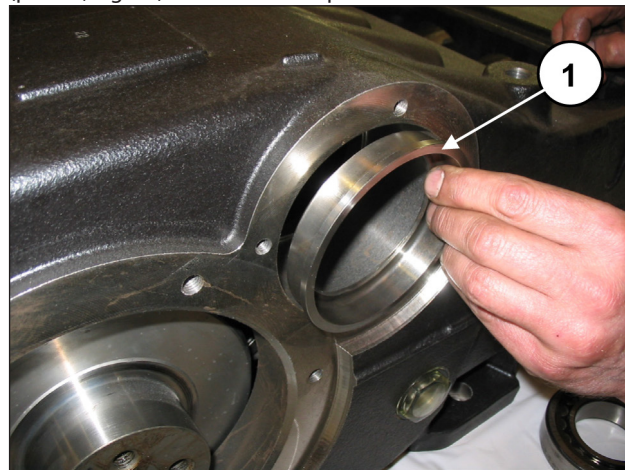
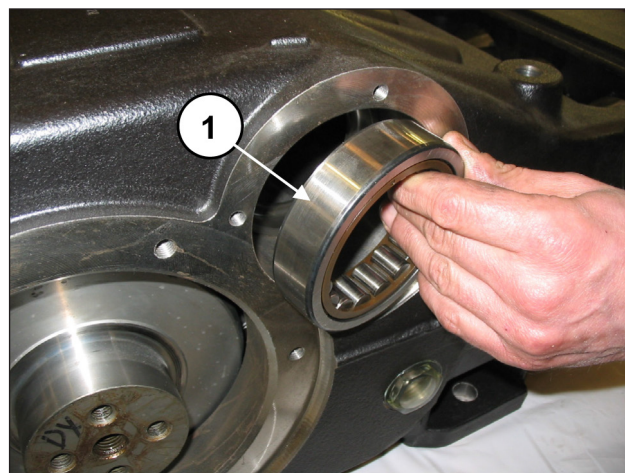

Fig. 53
Fig. 54
Em um dos lados do cárter, insira a bússola de lubrificação dos rolamentos (pos. ①, Fig. 53) e um anel externo do rolamento (pos. ①, Fig. 54) usando um rampão e um martelo.